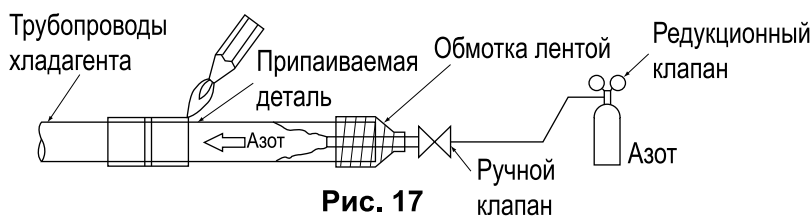

Рис. 17
- Паяйте трубопроводы хладагента только с потоком азота через трубку и заменой воздуха азотом (См. рис. 17). По окончании присоедините внутренний блок коническими соединениями (См. Рис. 13).
1. При пайке после направления потока азота через трубку и замены воздуха азотом следует установить давление азота около 0,02 МПа редукционным клапаном. (См. рис. 17)